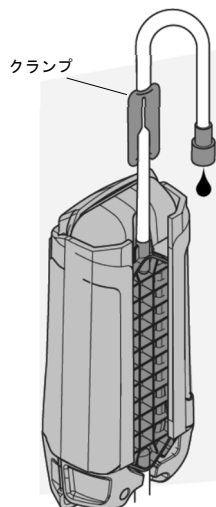

図3. ブライミング
- 11) 加温セットのクランプが開いていることを確認する(図3)。
- 12) 点滴セット及び加温セットをブライミングする(図3)。